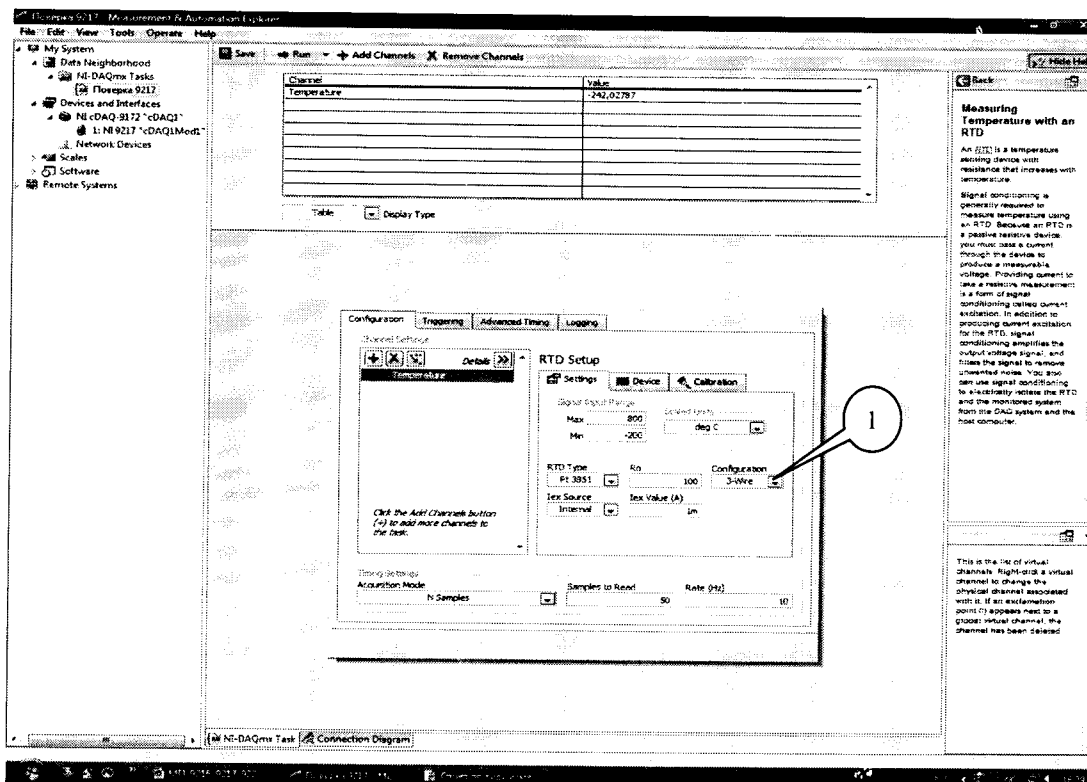

Рисунок 9.
7.3.9 Во вкладке «Settings» (Рисунок 9) выбрать 3-х проводную схему подключения (2) и провести операции по п.п. 7.3.4 – 7.3.8